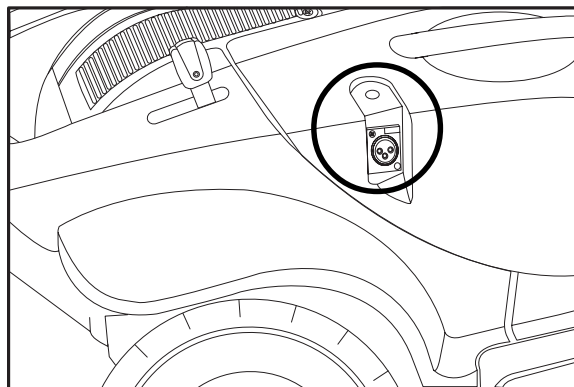

Figure 8. Réceptacle du cordon du chargeur
4. Retirez le couvercle du réceptacle du cordon et branchez le cordon à 3 branches du chargeur dans le réceptacle. Voir la figure 8.